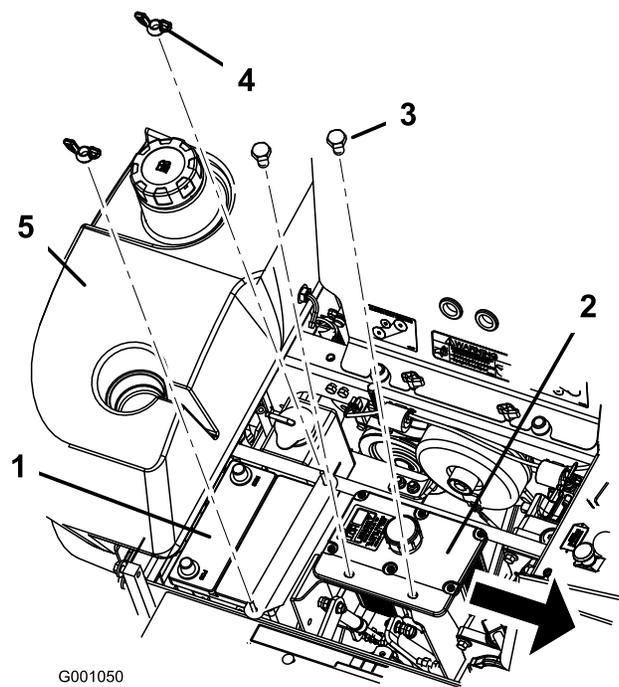

Figura 54
1. Posizionate la batteria nel vassoio, con i poli in posizione opposta al serbatoio idraulico (Figura 54).
6. Fissate la batteria con bulloni a J, il morsetto fissatore, 2 rondelle (1/4 poll.) e 2 dadi ad alette (1/4 poll.) (Figura 54).
6. Togliete entrambi i dadi ad alette (1/4 poll.) che fissano la staffa di montaggio della batteria (Figura 54).
7. Togliete i bulloni di fissaggio del serbatoio idraulico (Figura 54).